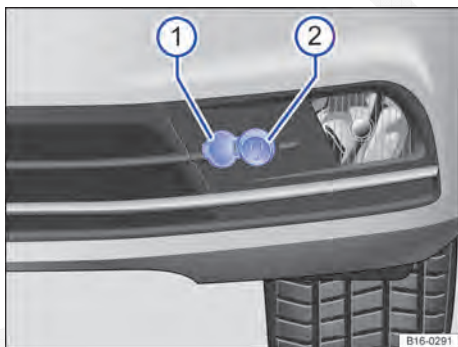

Fig. 143 No para-choque dianteiro: tomada de conexão  para o pré-aquecimento do motor.
- Abrir a capa de cobertura ⇒ Fig. 143 .